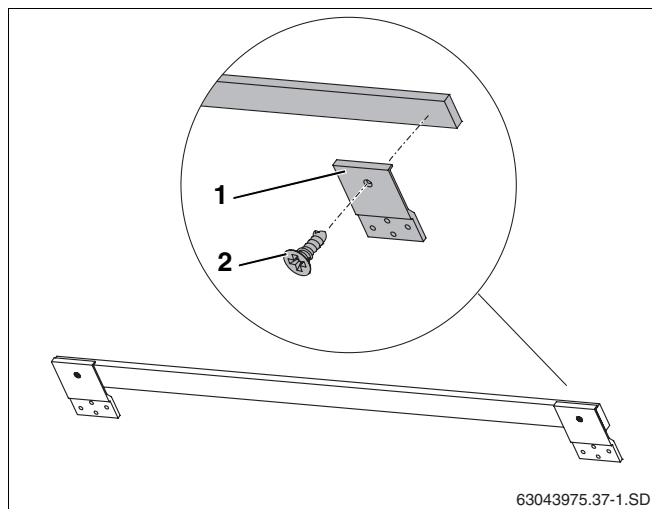

Рис. 10 Установка креплений от сползания
При горизонтальной установке коллекторов закрепите 3 крепления от сползания (рис. 10, **поз. 1**) на деревянной планке (2 по краям, 1 по середине).
- На концах деревянной планки закрепите два крепления от сползания (рис. 10, **поз. 1**) саморезами 4×10 (рис. 10, **поз. 2**).